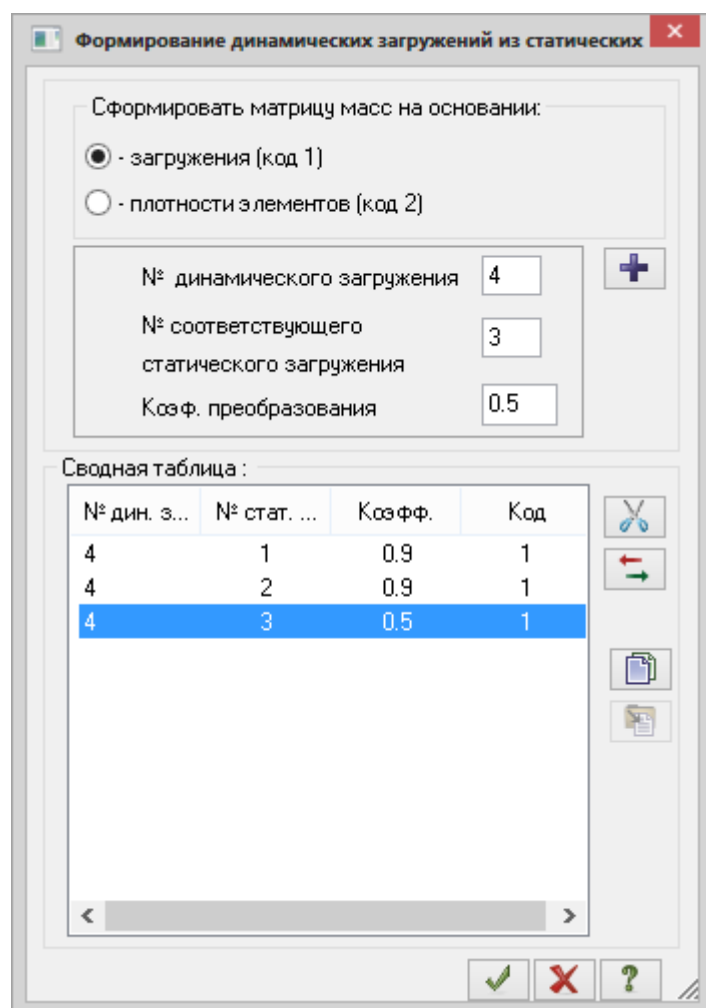

Рис.4.25. Диалоговое окно **Формирование динамических нагружений из статических**
- Вызовите диалоговое окно **Формирование динамических нагружений из статических** (рис.4.25) щелчком по кнопке  – **Учет статических нагружений** (панель **Динамика** на вкладке **Расчет**).